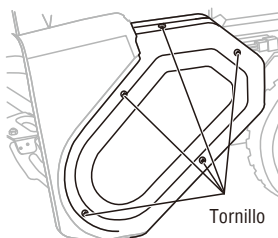

Fig.14A
1. Desenrosque cinco tornillos con un destornillador Phillips para retirar la cubierta de la correa de transmisión. (Fig.14A)